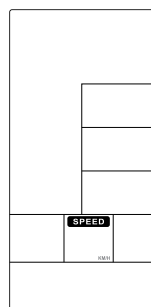

Figure 50
1. Halten Sie die START&ENTER-Taste 2 Sekunden lang gedrückt, der Summer gibt einen langen Piepton ab. SPEED leuchtet weiter auf, M/H, KM/H blinken einmal pro Sekunde (Abbildung 50~51).
1. Hold on START&ENTER key for 2s, buzzer will sound 1 long beep. SPEED keep lighting up, M/H, KM/H flash once per second (Figure 50~51).